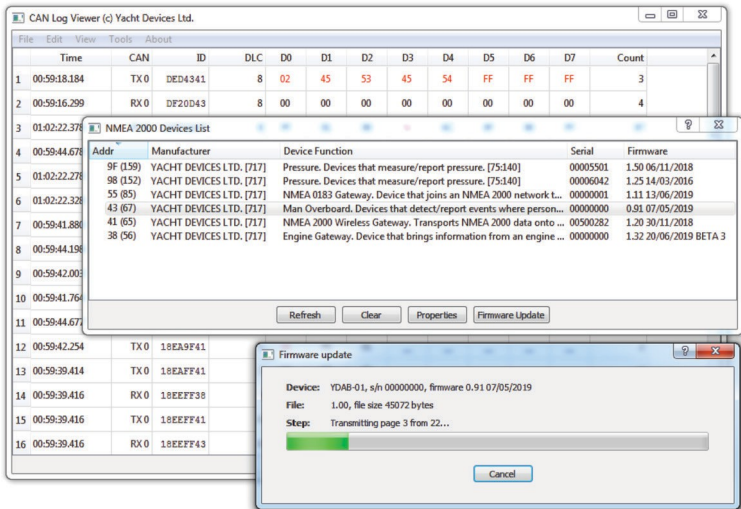

Рисунок 7. Обновление прошивки аварийной кнопки YDAB-01
2. Нажмите кнопку «Обновить» (см. рис. 7 на следующей странице) в открывшемся окне и дождитесь появления устройства YDAB-01 в списке. Если все данные об устройстве не загрузились с первой попытки, нажмите «Обновить» еще раз.